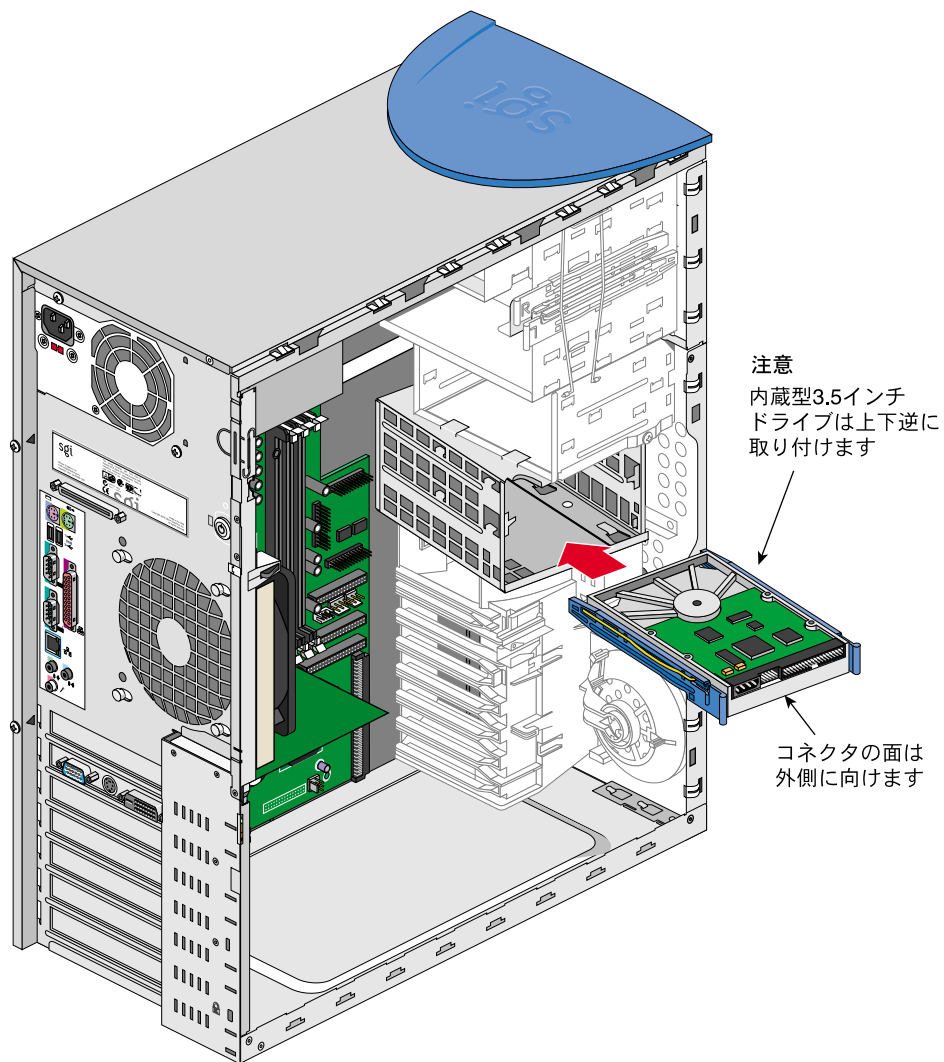

図 2-9 内部ドライブケースへのドライブの取り付け
5. 3.5インチドライブを内部ドライブケースに装着するには、選択したドライブベイにドライブを上下逆に置き、レールがぴったりはまるまでドライブをベイの中にすべり込ませます。図2-9に、ドライブを正しく取り付ける方法を図示します。